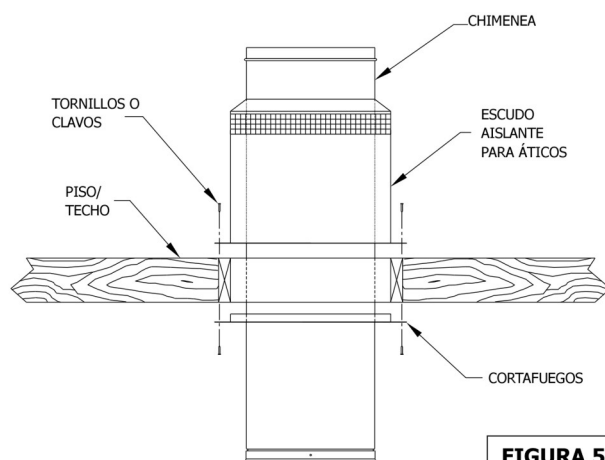

FIGURA 56
- Fije el escudo aislante para áticos a la parte superior de la abertura enmarcada utilizando clavos o tornillos. Vea la **Figura 56**
8. Instalación del codo: Los codos de 15° y 30° se incluyen para evitar que las chimeneas se desvíen de los marcos o de las cumbreras de los techos. Se permite un máximo de 30° con respecto a la vertical y un total de dos desplazamientos (4 codos) por cada chimenea de tiro natural. Debe quedar un espacio libre de 2" a los combustibles. Si se requiere más de dos compensaciones (2), debe usar un extractor mecánico. La empresa fabricante de los extractores determinará el rendimiento de éstos.